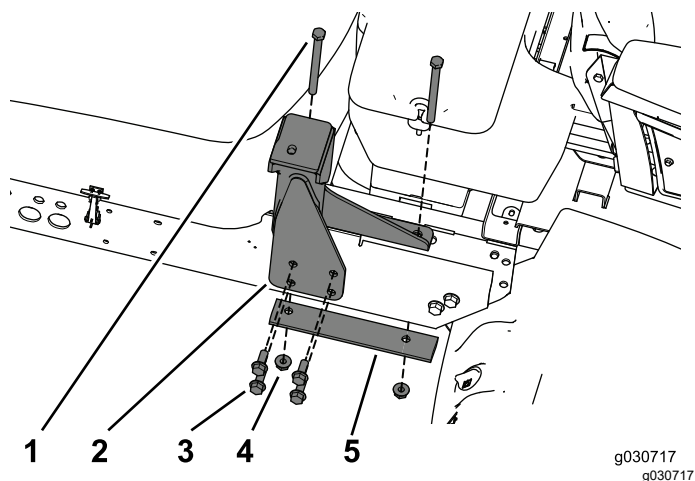

図 21
1. 新しい金具を使って右後マウントをフレームに固定する図 21。